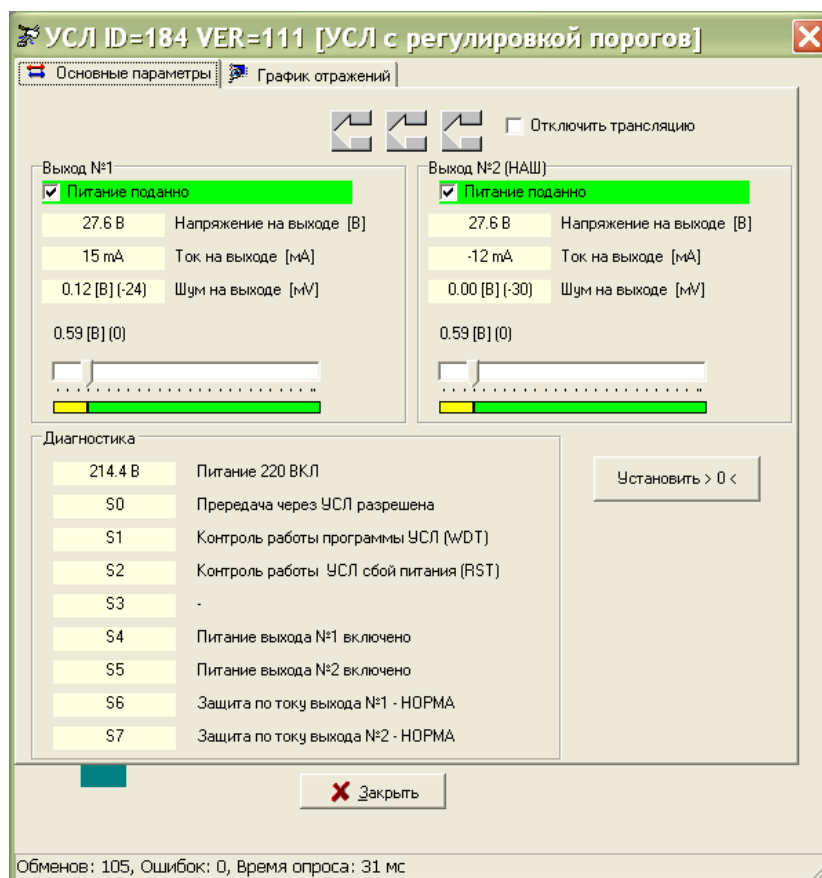

Рисунок 21
4) Выбрать найденный блок в таблице устройств и нажать кнопку «Тест». Откроется окно с параметрами блока (рисунок 21).
6) Установить галочку «Питание отключено». Проверить отсутствие сообщений, выделенных красным цветом: «Отключено питание выхода» (рисунок 21). При помощи вольтметра убедиться в наличии напряжения на включенном выходе.
- 4) Выбрать найденный блок в таблице устройств и нажать кнопку «Тест». Откроется окно с параметрами блока (рисунок 21).
- 6) Нажать на кнопку «Установить 0» в поле «Диагностика» (рисунок 21). Значение в поле «Ток в линии СОС-95» должно стать $0 \pm 20 \text{ мА}$.
- 7) Проверить отображение средних значений напряжений шума на выходах 1 и 2 «Шум на выходе», которое должно быть не более 80 мВ (рисунок 21).